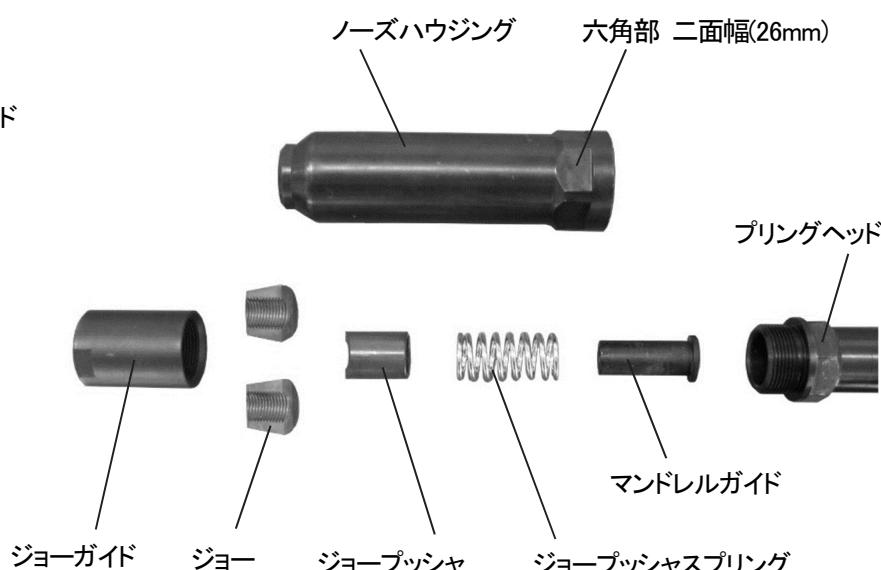

図 7-2
- 4) この時、外れてくるパーツを(図 7-2)に示します。これらのパーツ及びノーズハウジング・プリングヘッドの内部を